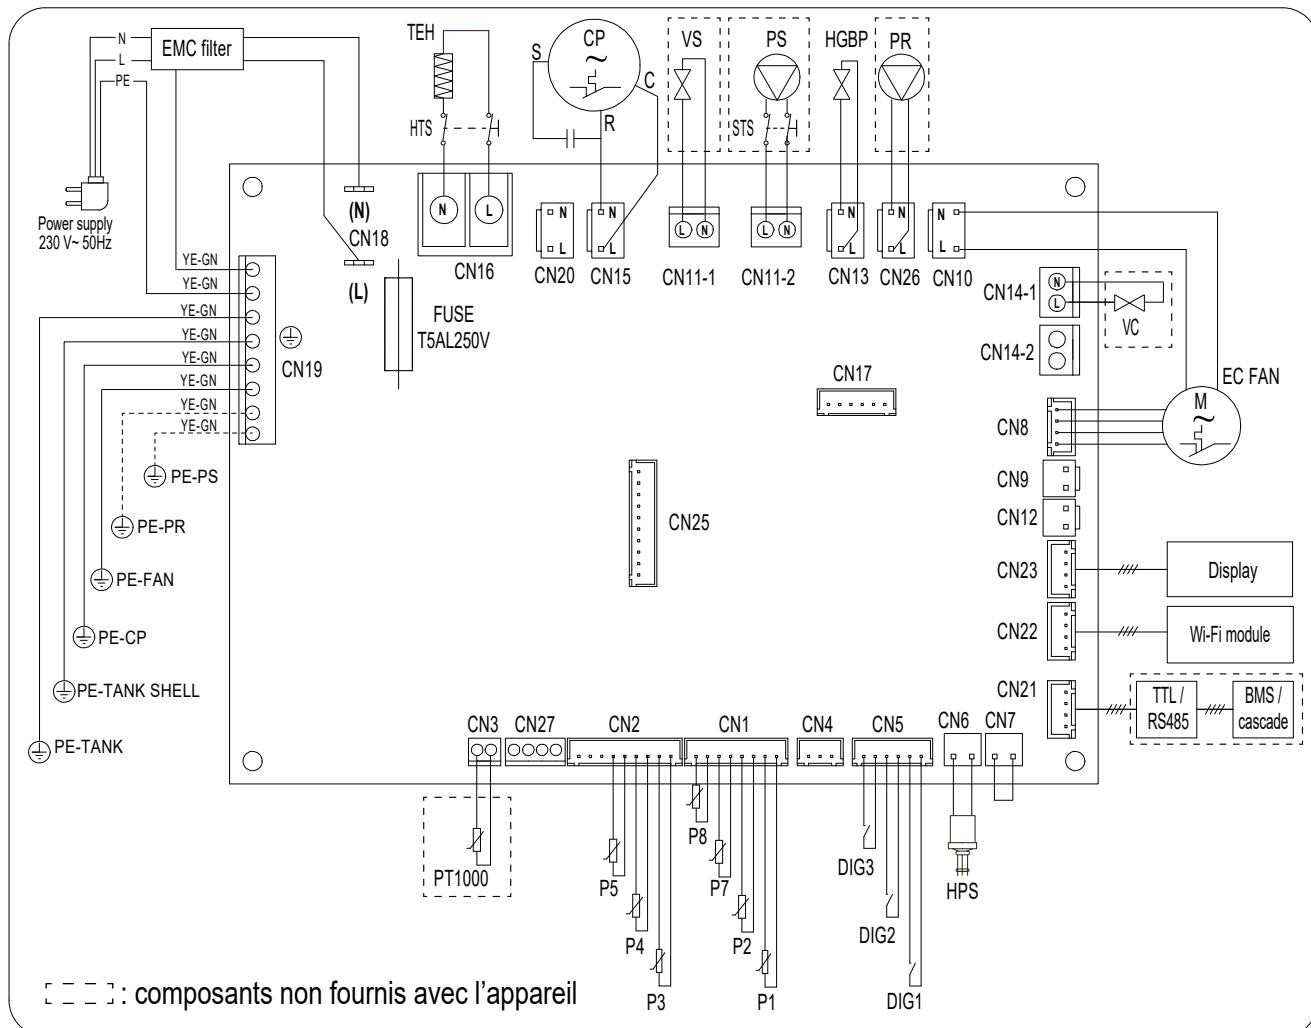

fig. 72 - Schéma de câblage de l'équipement
- 1) La pompe de recirculation (part.16) doit être connectée à la borne CN26 de la carte mère maître (réf. « fig. 72 - Schéma de câblage de l'équipement » en page 189).
- 2) Monter une électrovanne normalement ouverte (part. 19) pour chaque unité de la cascade. La vanne doit être raccordée à la borne CN14-1 (réf. « fig. 72 - Schéma de câblage de l'équipement » en page 189) de la carte mère de chaque boîtier.